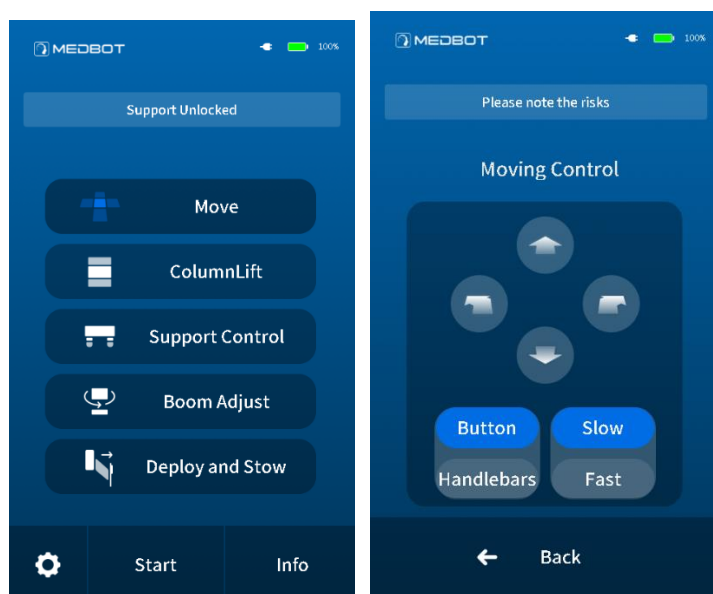

Рисунок 9.3. Главное меню сенсорного экрана для мобильного интерфейса управления
- б) Как показано на рис. 9.3, нажмите кнопку Move (Перемещение), система перейдет к интерфейсу управления движением хирургической тележки, нажмите переключатель запуска ассистирования, чтобы выполнить операции толкания вперед, тяги назад, толкания влево и тяги вправо, тяги влево и толкания вправо на подлокотнике в соответствии с фактическими потребностями, и хирургическая тележка будет реагировать на движение